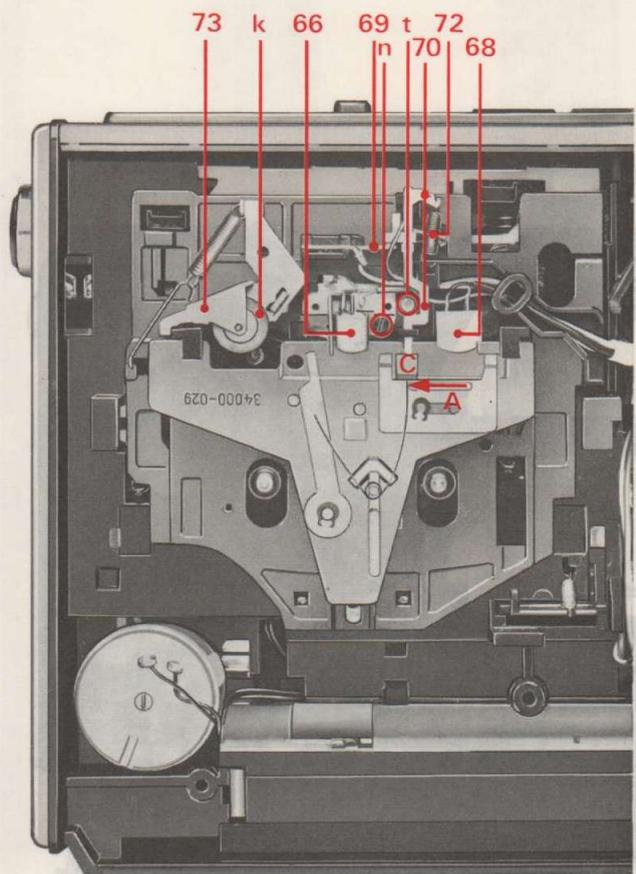

Abb. 5 Kopf justieren
6. Kopf 66 justieren (Abb. 5)
7. Bandendabschaltung einstellen (Abb. 5)
9. Andruckrolle k (Abb. 5)